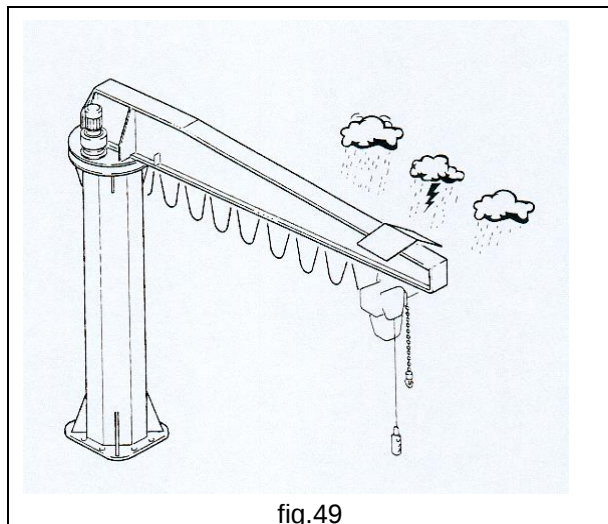

fig.49
- **uso all'aperto :** la gru a bandiera può essere esposta agli agenti atmosferici durante e dopo l'utilizzo. Le parti elettriche del paranco, del carrello e della gru (quadro e motore di rotazione) devono essere dotate di protezione IP55, è inoltre raccomandabile proteggere il paranco, il carrello ed il motoriduttore di rotazione con tettoie o ripari (fig.49)